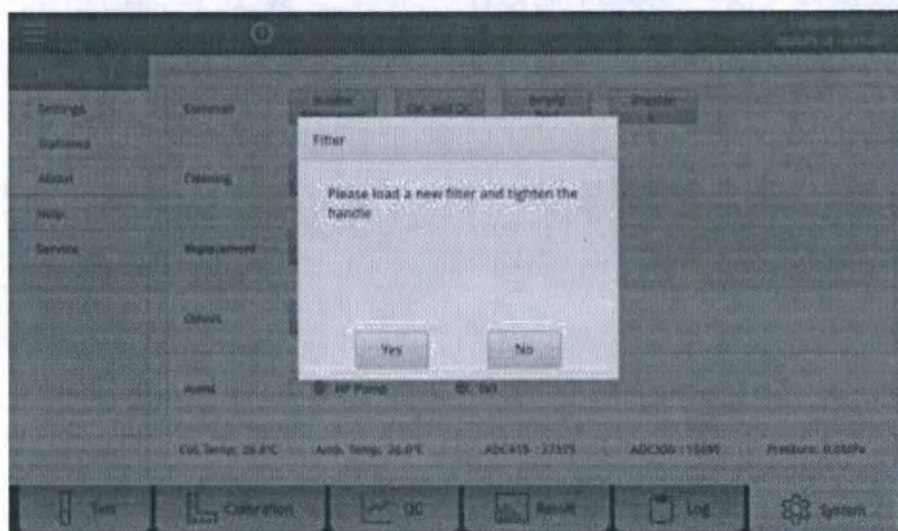

Рис. 9.3.8.1 После нажатия кнопки **“Change Filter”** (“Заменить фильтр”)
1) Нажмите кнопку **“Change Filter”** (“Заменить фильтр”), и на экране увидите такое изображение (рис.9.3.8.1). В соответствии с содержимым загрузите новый фильтр и затяните ручку, затем нажмите **“Yes”** (“Да”).